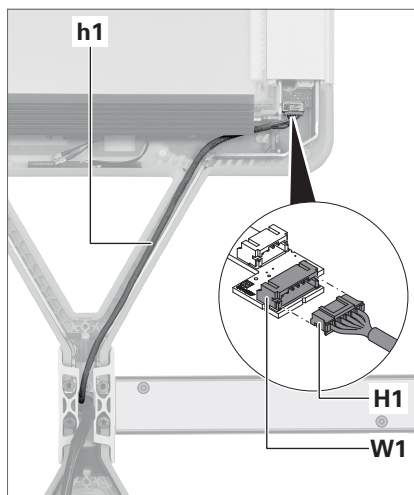

Fig. 16: Steuerleitung anschließen.
2. Legen Sie die Steuerleitung **h1** aus dem Querträger in den Tragarm des Leuchtenkopfs 1, siehe Fig. 16.